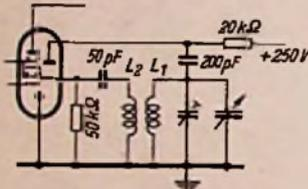
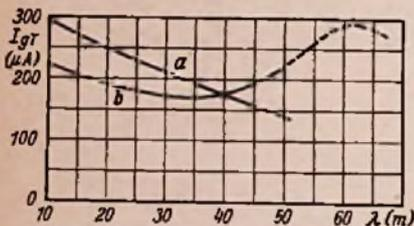

Bild 1. Übliche Oszillatorschaltung für den Kurzwellenbereich
Bild 2. Abhängigkeit des Oszillatorkitterstromes von der Wellenlänge
Bild 1 zeigt die übliche Oszillatorschaltung. Bei 6 MHz beträgt der Resonanzwiderstand des Oszillatorkreises etwa 5 kΩ, während er bei 20 MHz bis auf etwa 15 kΩ ansteigt. Die üblichen Mischröhren benötigen für größte Mischsteilheit und geringstes Rauschen eine Oszillatorspannung ($I_{gr} \times R_{K1}$) von etwa 10 V, also bei
- a) für die Schaltung nach Bild 1 (Schwankung + 45% bis -30% vom Sollwert 200 µA)
$R_{K1} = 50 \text{ k}\Omega$ einen Gitterstrom von $I_{gr} = 200 \text{ }\mu\text{A}$. Bei der in Bild 1 dargestellten Schaltung erfordert dies eine sehr feste Rückkopplung. Deshalb wird meist die Windungszahl der Rückkopplungsspule ebenso groß gemacht wie die der Schwingkreisspule. Trotzdem bleibt der Gitterstrom bei 6 MHz noch erheblich unter dem günstigsten Wert, so daß die Mischsteilheit absinkt, das Rauschen steigt und der Anodenstrom der Oszillatortriode in vielen Fällen den mit Rücksicht auf die Lebensdauer zulässigen Höchstwert von etwa 6 mA überschreitet. Andererseits ist die Rückkopplung dann am kurzwelligen Ende (20 MHz) zu fest, so daß die Gefahr des Überschwingens (periodisches Aussetzen des Oszillators durch Auftreten von Kipp-schwingungen) besteht und der Gitterableitwiderstand verringert werden muß. Eine zu große Oszillatoramplitude hat außerdem vermehrte Pfeifstellen zur Folge. Durch die feste Rückkopplung wird die Änderung der Gitter-Katodenkapazität, die beim Regelvorgang auftritt, praktisch in ihrer vollen Größe auf den Schwingungskreis übertragen, so daß der Schwundausgleich mit einer erheblichen Frequenzverwerfung (meist mehrere kHz am kurzwelligen Ende) verknüpft ist, wenn man nicht auf eine Regelung der Mischröhre im Kurzwellenbereich verzichtet. Es ist schwer, einen günstigen Kompromiß zu finden und wie Kurve a in Bild 2 zeigt, ist auch hierbei noch die Änderung der Oszillatoramplitude etwa 1 : 2.
Eine Schaltung, die die beschriebenen Nachteile nicht aufweist, ist in Bild 3 dargestellt. Die Rückkopplungsspule liegt nicht direkt am Gitter, sondern es ist der Serienresonanzkreis L_3, C dazwischen geschaltet. Seine Resonanzfrequenz liegt etwas unter der niedrigsten Frequenz des Empfangsbereichs, also bei 4,75 MHz bzw. 63 m, wenn der Empfangsbereich bis 6 MHz bzw. 50 m reicht. Am kurzwelligen Ende, bei 20...25 MHz, ist der Serienkreis praktisch unwirksam, so daß nun die Rückkopplung nur so fest gemacht zu werden braucht, wie es für eine ausreichende Amplitude notwendig ist, d. h. man benötigt nur halb so viel Rückkopplungswindungen wie in der Schaltung nach Bild 1. Der Abfall der Amplitude nach längeren Wellen zu wird dadurch vermieden, daß bei Annäherung an die Resonanzfrequenz von L_3, C an L_3 eine überhöhte Spannung auftritt. Die Kurve b in Bild 2 zeigt den bei dieser Schaltung beobachteten Verlauf des Oszillatorkitterstromes. Sie liegt dicht bei dem Sollwert von 200 µA; die Schwankung von etwa 20% ist praktisch bedeutungslos. Ein Vergleich der Kurven a und b zeigt die beträchtliche Verbesserung, die nur eine zusätzliche Spule und einen Kondensator er-
Die Spule L_3 soll möglichst wenig mit L_1 und L_2 gekoppelt sein, man kann sie aber trotzdem ohne Bedenken auf denselben Spulenkörper wickeln. Wenn man die Induktivität von L_3 nicht ausreichend genau vorausbestimmen kann, ist es zweckmäßig, für C einen Trimmer zu benutzen, den man so einregelt, daß das in Bild 2 gestrichelt gezeichnete deutliche Maximum des Gitterstroms bei etwa 4,75 MHz, d. h. 63 m, auftritt. Die Rückkopplungsspule L_2 wird so bemessen, daß bei etwa 20 MHz, d. h. bei 15 m, der Gitterstrom den Sollwert von 200 µA erreicht. Alle genannten Frequenzen sind Empfangsfrequenzen. Die Oszillatorfrequenzen liegen um den Betrag der Zwischenfrequenz höher.